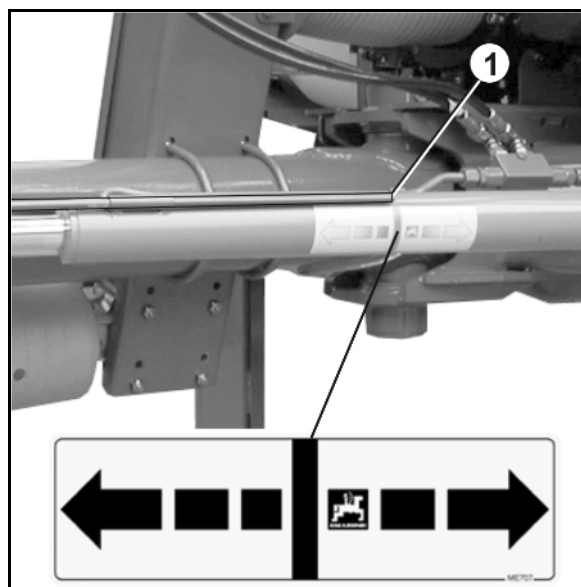

Fig. 41
1. Aktiver traktorens styreenhet *blå* til trekkstangen befinner seg i nullstilling (Fig. 41/1).